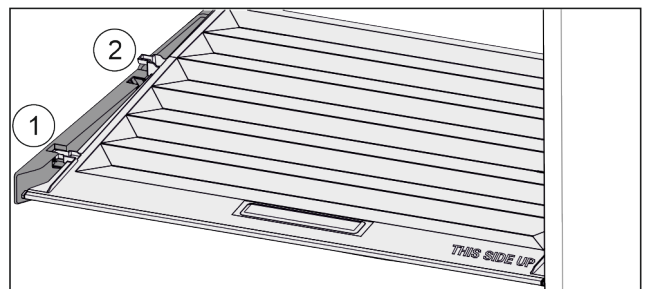

Fig. 85
- ▶ Deckel bis zur Öffnung in den Halteteilen nach vorne ziehen *Fig. 85 (1)*.
- ▶ Hinten von unten anheben und nach oben wegnehmen *Fig. 85 (2)*.